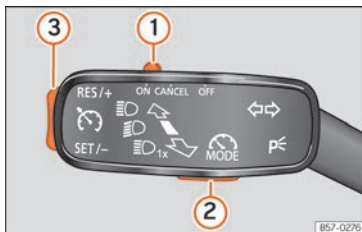

Fig. 229 A la izquierda de la columna de la dirección: mando y teclas para manejar el limitador de velocidad.
Si desea desactivar temporalmente el limitador de velocidad, p. ej., para adelantar, sitúe el mando » **fig. 229** ① de la palanca de los intermitentes en la posición **CANCEL** o sitúe la tercera palanca en el punto de presión **CANCEL** o pulse la tecla ② de cualquier palanca.